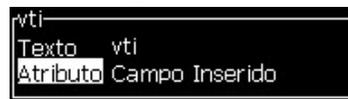

Figura 5-26: Atributo - campo digitado
- 4 Pressione a tecla *Enter* para abrir a caixa de diálogo de configuração para campos de usuário de texto (Figura 5-26).